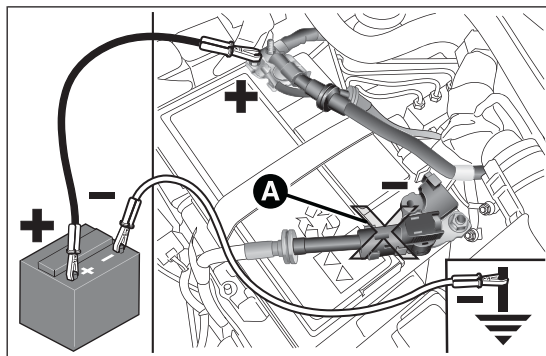

fig. 100
- ☐ conectar los bornes positivos (signo + cerca del borne) de las dos baterías con un cable adecuado fig. 100;